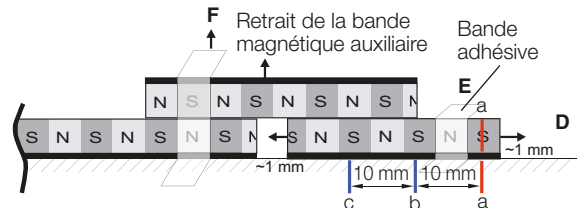

Fig. 4-10 : Apposition de trois marquages a, b et c
5. Glisser la deuxième bande magnétique M2 sous la bande magnétique auxiliaire dans l'une et l'autre direction, jusqu'à ce que l'attraction maximale soit perceptible. Fixer la bande magnétique M2 à cette position stable à l'aide de bande adhésive. Retirer la bande magnétique auxiliaire (Fig. 4-10). M1 et M2 sont à présent alignées l'une par rapport à l'autre, avec les pôles synchronisés.
6. Marquer la bande magnétique M2 et la partie machine à une position (a) quelconque (Fig. 4-10). Du marquage au joint, apposer deux autres marquages (b et c) d'une distance de 1 paire de pôles chacun (10 ou 20 mm) uniquement sur la partie machine.